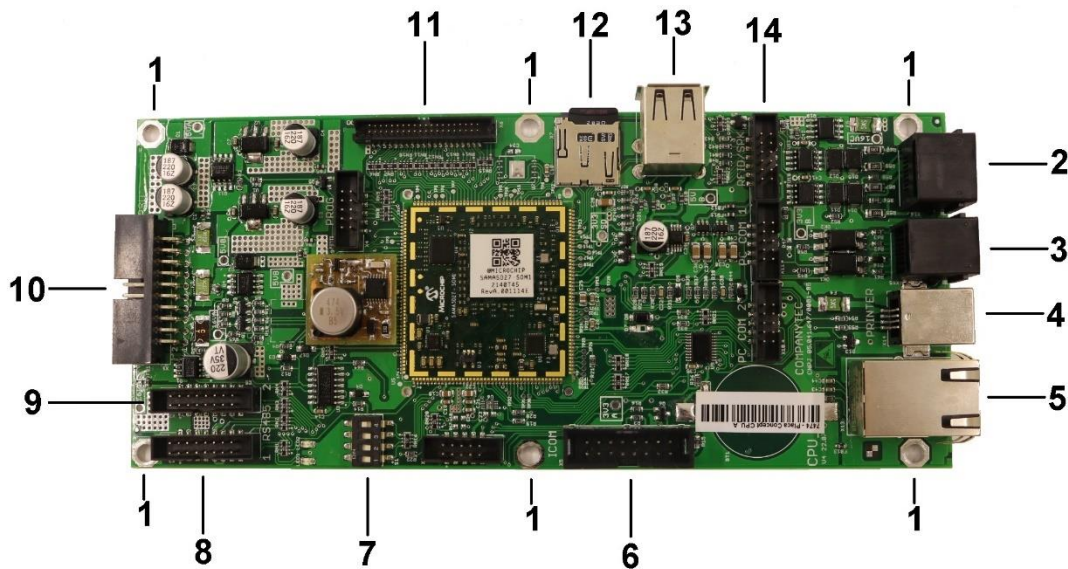

Figura 15
A porta de conexão Ethernet da placa CPU (indicado pelo item 5 da Figura 15), possui 2 leds, um verde e um laranja. Somente o led laranja acenderá conforme status da rede. O led verde não acenderá.